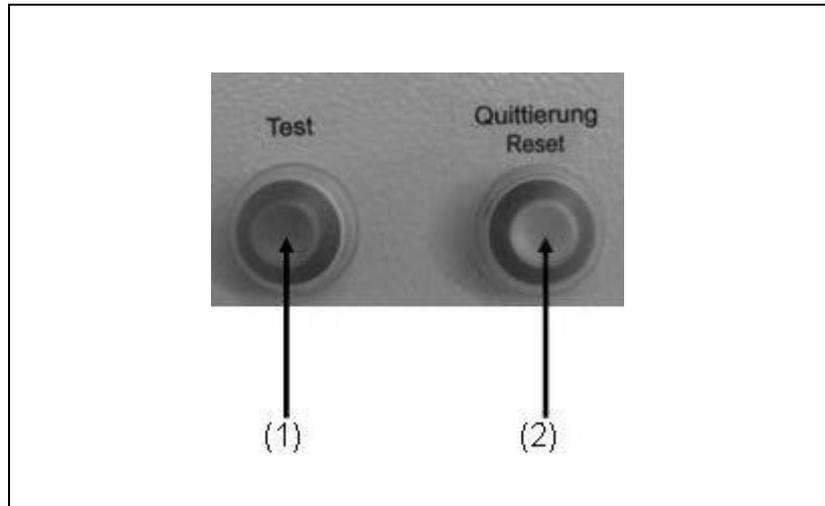

Abb. 5-2: Isolationsüberwachung mit E-MCS 4.0
2. Drücken Sie den Testknopf (siehe Abb. 5-2-(1))
3. Nach der Überprüfung muss der Reset-Taster (siehe Abb. 5-2-(2)) gedrückt werden um das Gerät wieder zu betreiben.
2. Nach dem Abschalten und Abstecken des Verbrauchers muss der Reset-Taster (siehe Abb. 5-2-(2)) gedrückt werden um das Gerät wieder zu betreiben.